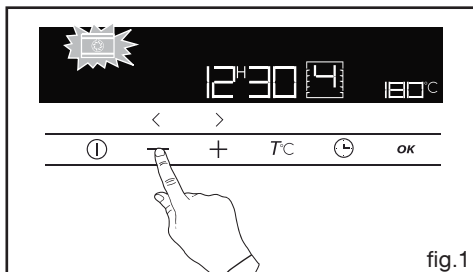

fig.1
Appuyez sur la touche ⌚ pendant quelques secondes jusqu'à faire clignoter l'afficheur (fig.1), puis relâchez.
Appuyez sur la touche ① puis sélectionnez avec les touches + ou - la cuisson choisie (fig.1).